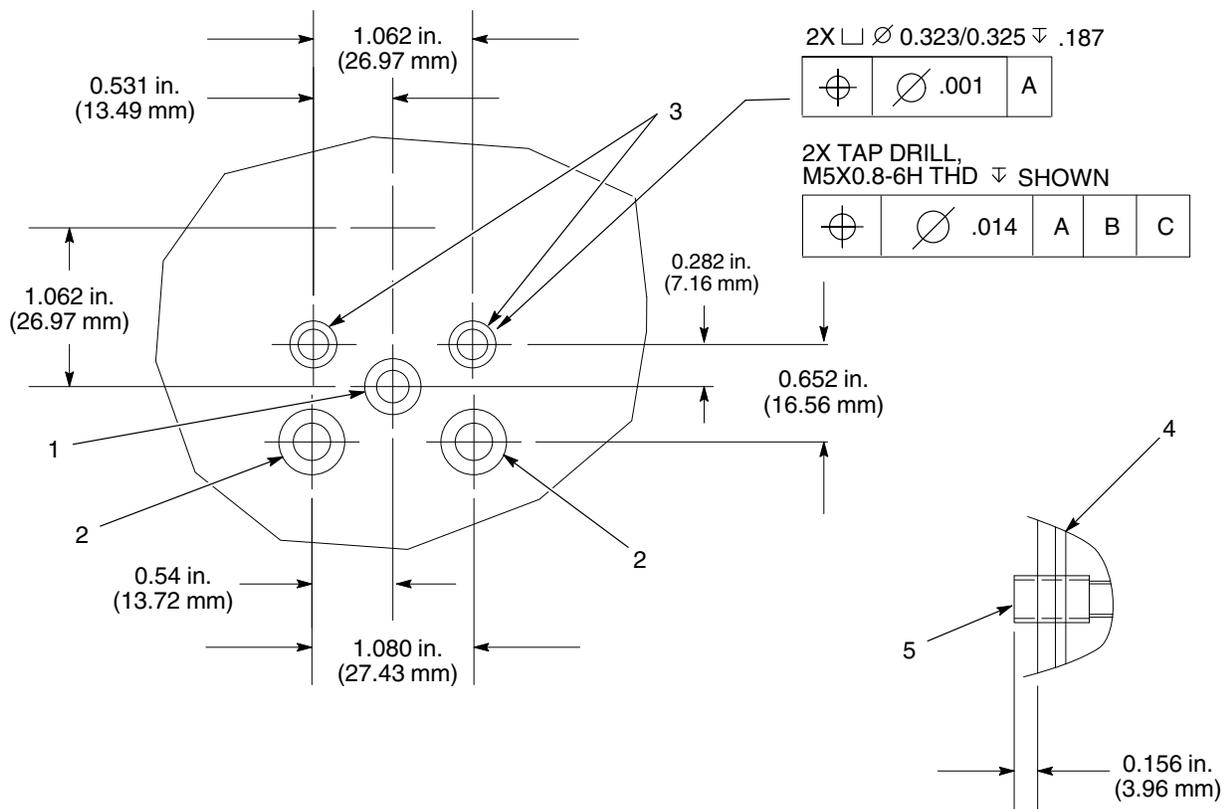

Figura 5 Dati tecnici per il montaggio della valvola di erogazione su un collettore
Vedi figura 5 per i dati tecnici di montaggio della valvola di erogazione su un collettore. Oltre a trapanare i fori di montaggio (3), trapanare anche i fori per l'ingresso del materiale (1) e per il condizionamento della temperatura (2).